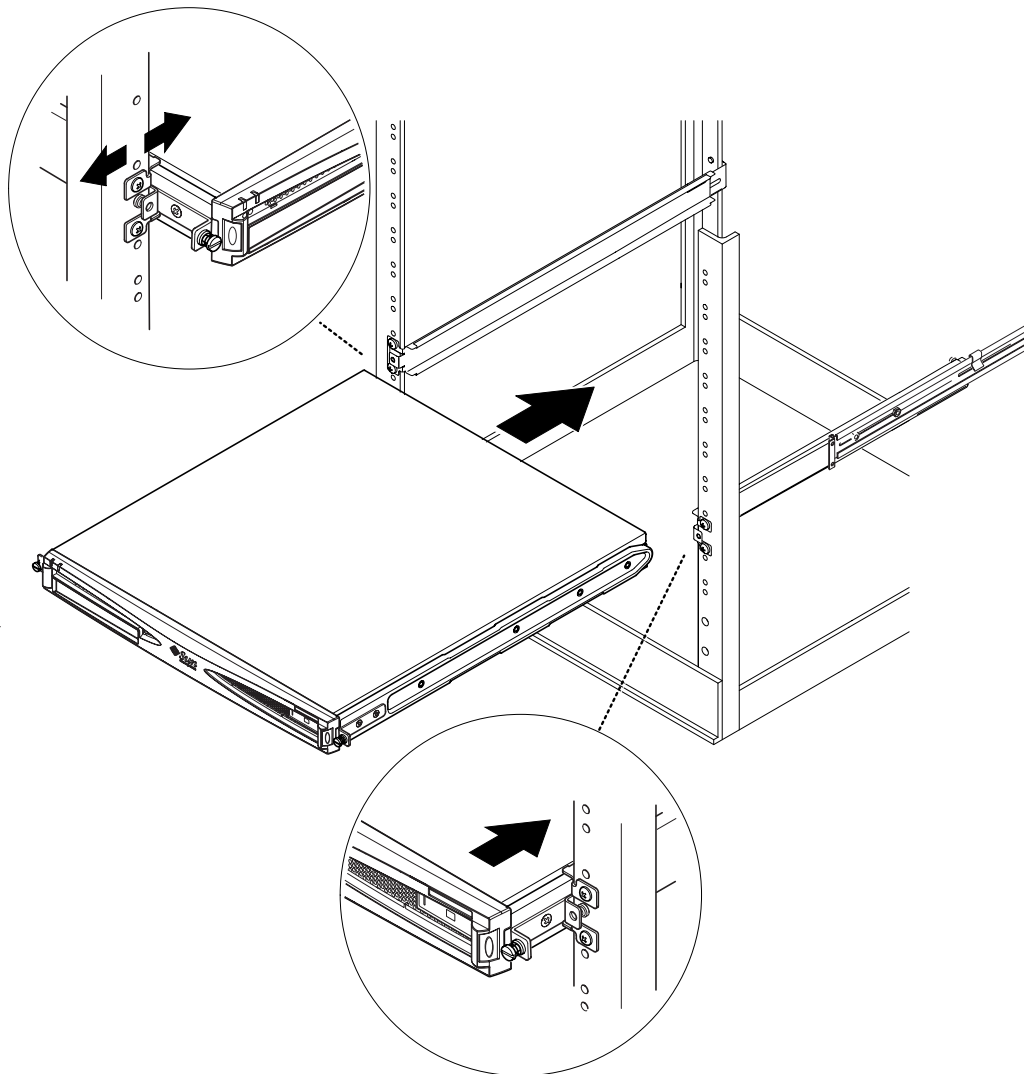

ABBILDUNG 5-7 Einschleiben des Servers in ein Standard-Rack (19 Zoll)
7. Schieben Sie den Server in das Rack (siehe ABBILDUNG 5-7).